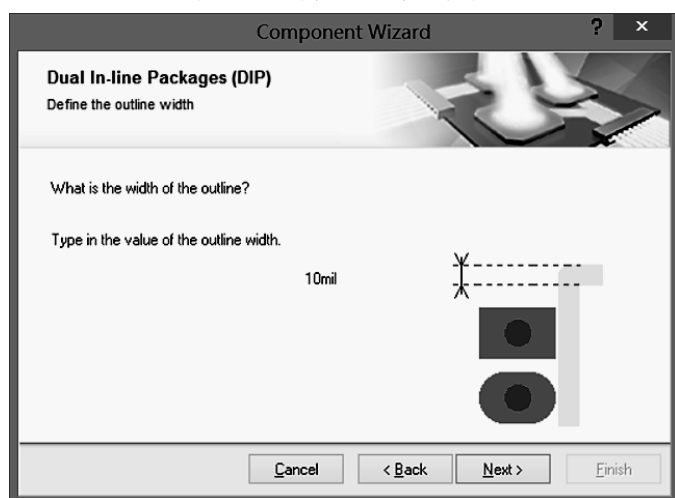

图 9-2-6 轮廓线宽度设置界面
(5) 单击【Next】按钮设置元器件轮廓线宽度。单击轮廓线宽度尺寸标注，可以设置轮廓线的宽度。这里采用默认值 10mil ，如图 9-2-6 所示。